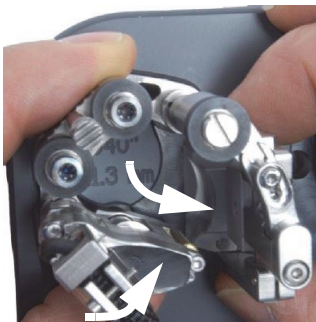

图 2-18 旋转尾部组件，为小直径直管定位
- c) 向外旋转探头架组装件，直到探头和楔块滑进穿透孔中（参见第 30 页的图 2-18）。
- e) 最大限度地向内旋转尾部组件，以使尾部组件轮处于距设置模型中心最近的位置（参见第 30 页的图 2-18）。